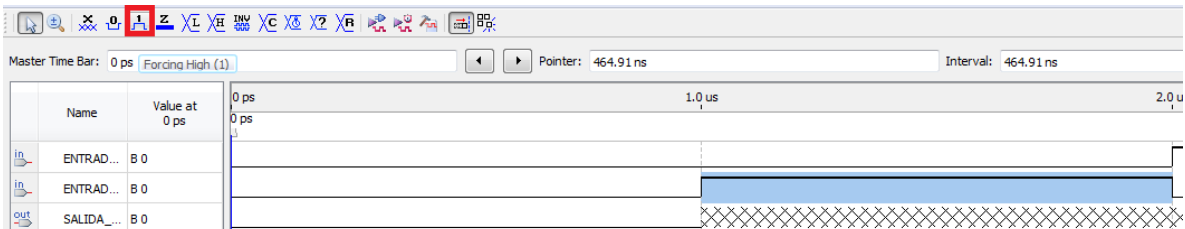

Figura 29 – Colocando un estado **High** en una celda.
Insertar los estados lógicos seleccionando una celda y presionando el botón “Forcing High (1)” y “Forcing Low (0)”, figura 29.